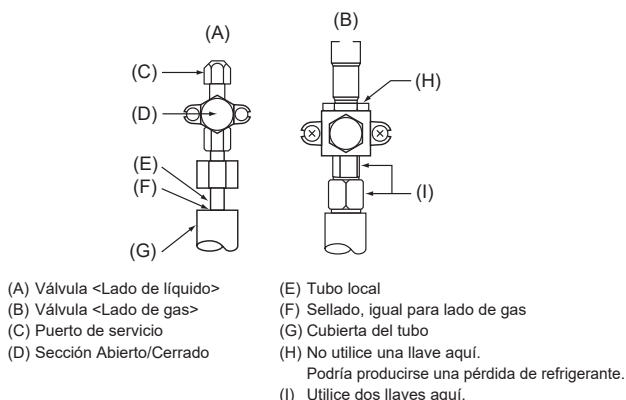

Fig. 4-5
4.4. Prueba de fuga de gas del tubo de refrigerante (Fig. 4-5)
- Asegúrese de que las válvulas (A) (B) están cerradas y no las abra.
- Añada presión a las líneas de refrigerante a través del punto (C) para reparaciones de válvula de líquido (A).